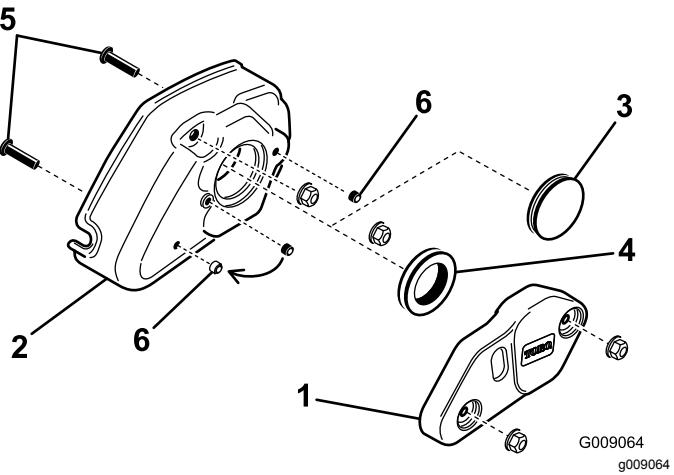

Рисунок 21
2. Отверните две фланцевые гайки (5/16 дюйма), крепящие груз механической щетки к ее крышке, и снимите груз (Рисунок 21).
3. Снимите сплошную втулку с крышки и установите на ее место резиновую кольцевую втулку, входящую в комплект универсальной механической щетки (Рисунок 21).
4. Отверните 2 винта (5/16 x 1¼ дюйма), завернутые в крышку (Рисунок 21).
5. Выверните установочный винт из центрального отверстия крышки механической щетки (Рисунок 21).